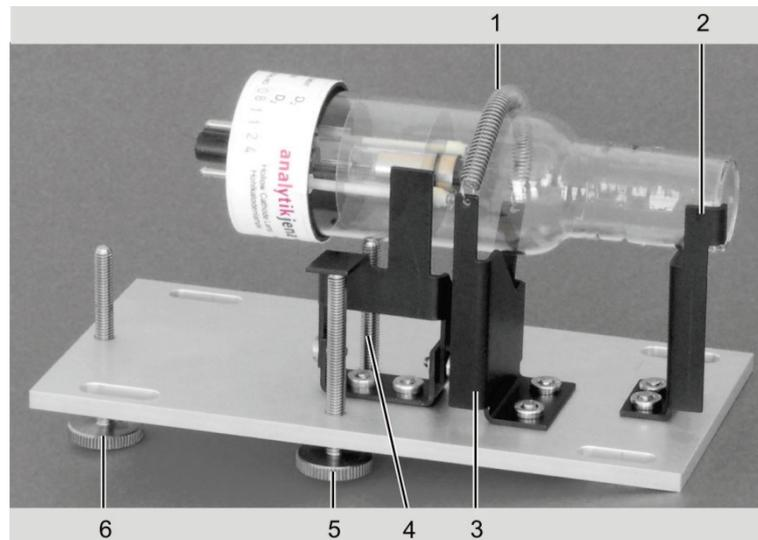

Bild 28 D2HKL mit Halter, aus Lampenraum ausgebaut und abgelegt
4. Sicherungsschraube (6 in Bild 28) herausschrauben. Die Lampenfassung von der Lampe abziehen.
5. Lampe vorsichtig unter der Spannfeder (1 in Bild 28) herausziehen.
6. Neue Lampe vorsichtig unter die Spannfeder stecken und bis Anschlag (2 in Bild 28) schieben. **Hinweis:** Lampenfenster nicht berühren!
8. Lampenachse parallel zur Platte des Halters justieren (Augenmaß): Mit den langen Feinjustierschrauben die Lage der Lampe (4, 5 in Bild 28) verändern.